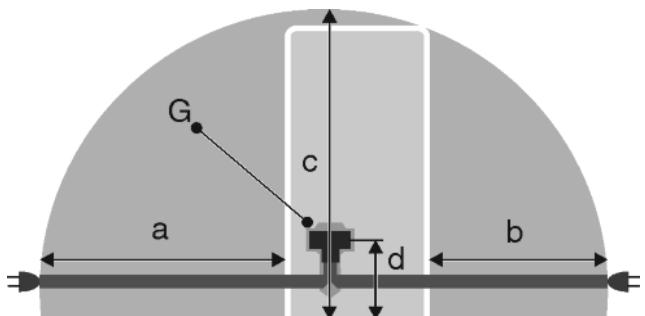

Fig. 21
- Контактът трябва да е извън зоната на задната страна на уреда и в рамките на дефинираната зона Fig. 21 (a, c).
- Включете щепсела на уреда Fig. 21 (G) от задната страна на уреда. Обърнете внимание на доброто фиксиране.